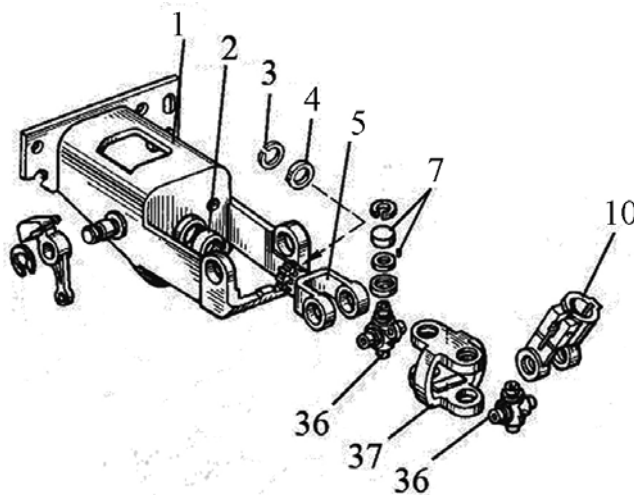

Рисунок 7.14
- 3) установите втулку 2, (рисунок 7.14), в кронштейн 1;